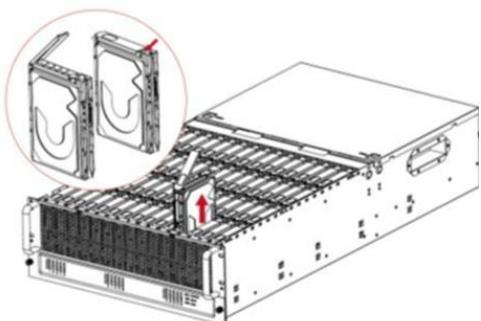

Рисунок 212 – Извлечение лотка жесткого диска
8. Удалите заменяемый диск из лотка (см. Рисунок 212)